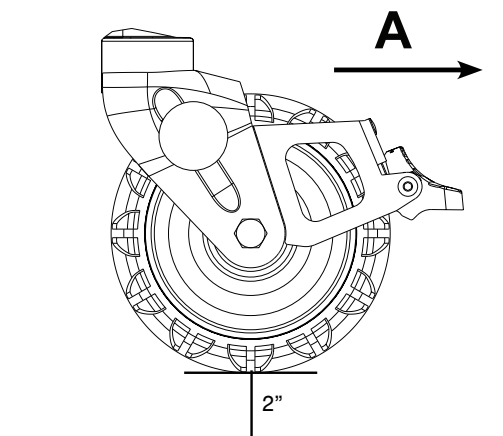

Figure 6 – Dégagement des roues de la civière côté pieds
14. À l'aide d'un mètre ruban, mesurer la distance entre le bas de la roue de la civière du côté pieds et le sol. La roue de la civière doit faire face à l'arrière du compartiment patient du véhicule (A) (Figure 6). S'assurer que la distance entre le bas de la roue de la civière du côté pieds et le sol est de 2 po (5 cm).